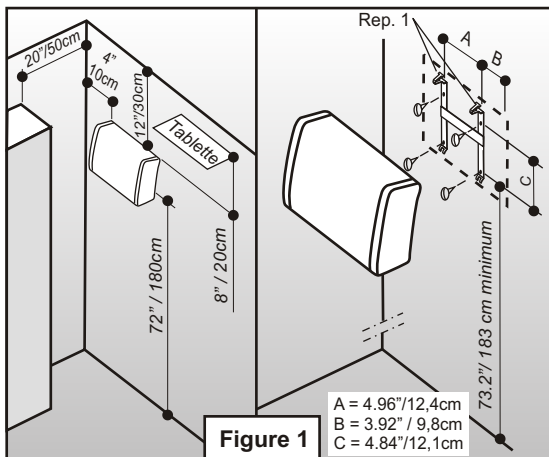

Figure 1
- Déterminer l'endroit où le Soprano doit être installé. Une fois l'endroit choisi, s'assurer qu'il n'y a aucun obstacle à la circulation de l'air à proximité. Respecter les distances de dégagement avant (Fig. 1).